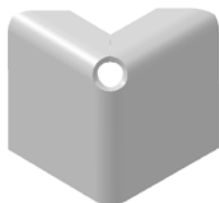

图 5.7.5 圆形除料
- ☒ **圆形除料** 选项：在折弯拐角区域创建一个孔，利用直径大小来控制孔的尺寸，如图 5.7.5 所示。